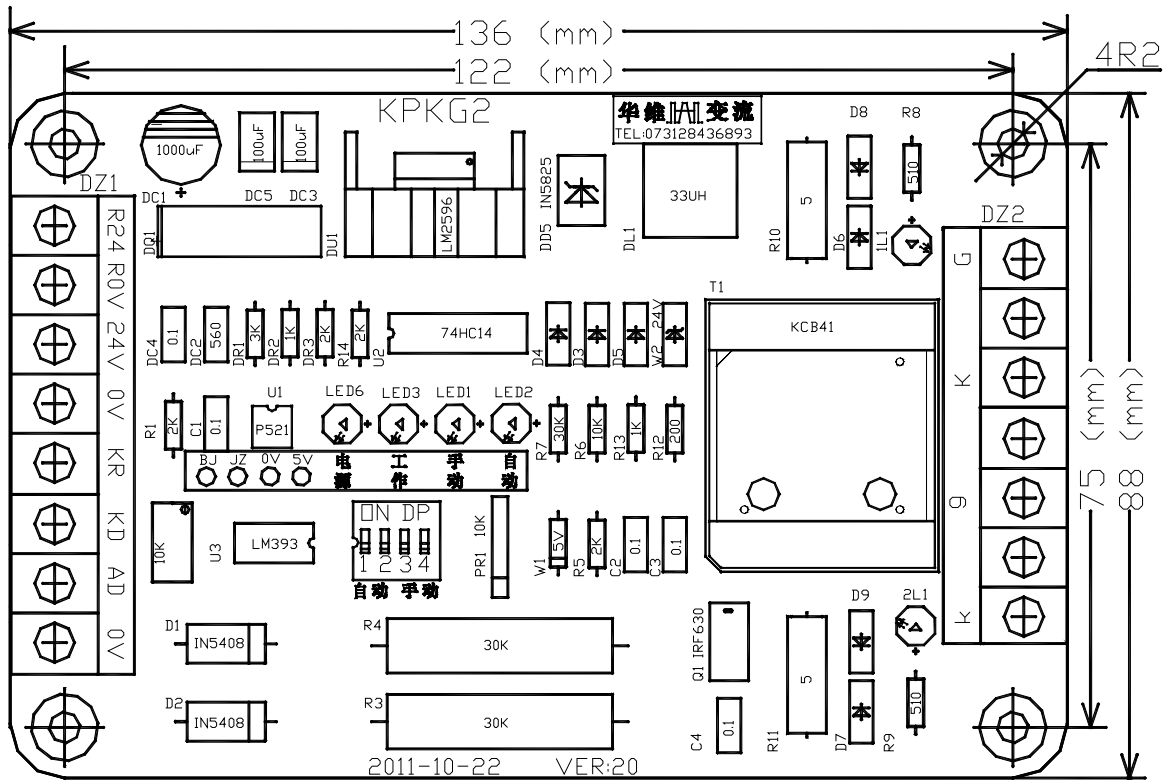

图 2 灭磁开关板外形及装配图
3. 最大外形尺寸：136mm $\times$ 88mm。请参考图 2 KPKG2 灭磁开关板外形及装配图。